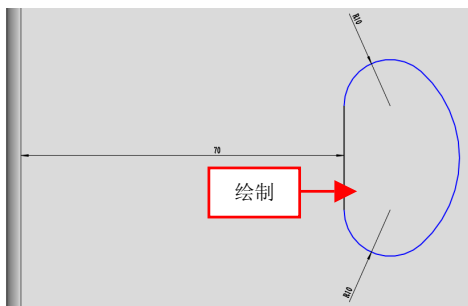

图 13-88 绘制草图对象
(19) 单击【拉伸切除】按钮, 选择模型外表面, 进入草图绘制环境, 绘制相应的草图对象, 如图 13-88 所示。